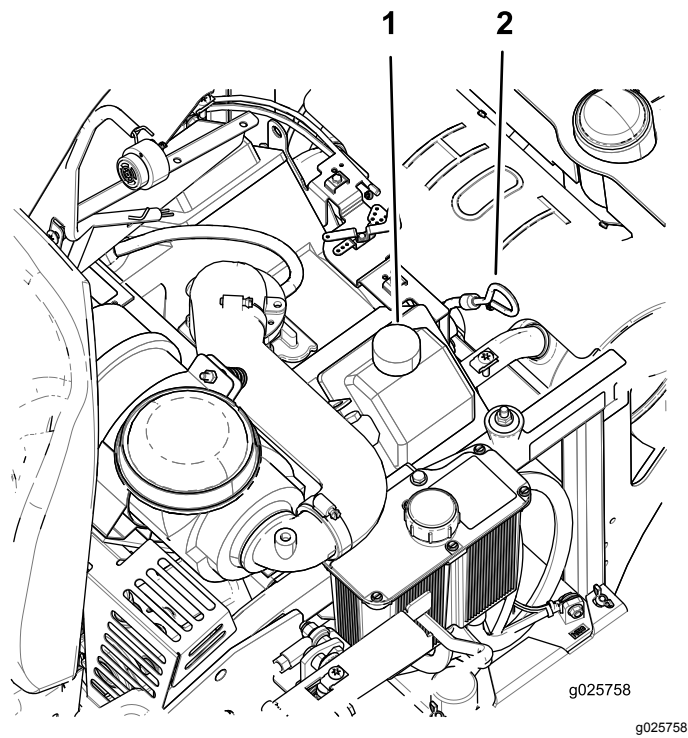

Figura 31
5. Limpie la zona alrededor de la varilla (Figura 31).
9. Si el nivel de aceite es bajo, limpie la zona alrededor del tapón de llenado, retire el tapón y añada aceite hasta que llegue a la marca Lleno (Full) de la varilla (Figura 31).
4. Vierta lentamente un 80% aproximadamente del aceite especificado por el tubo de llenado, luego añada lentamente el resto del aceite hasta que llegue a la marca **Lleno (Full)** de la varilla (Figura 31).
5. Arranque el motor y conduzca hasta una zona llana. Espere 3 minutos para que el aceite se asiente en el cárter. Compruebe el nivel de aceite otra vez (Figura 31).